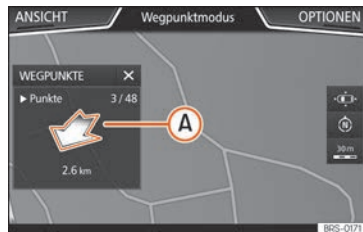

Abb. 234 Routenführung Offroad-Modus
- Die tendenzielle Fahrtrichtung wird durch Richtungspfeile auf gerader Linie im Pop-up-Fenster des Infotainment-Systems angezeigt »» **Abb. 234 A**.